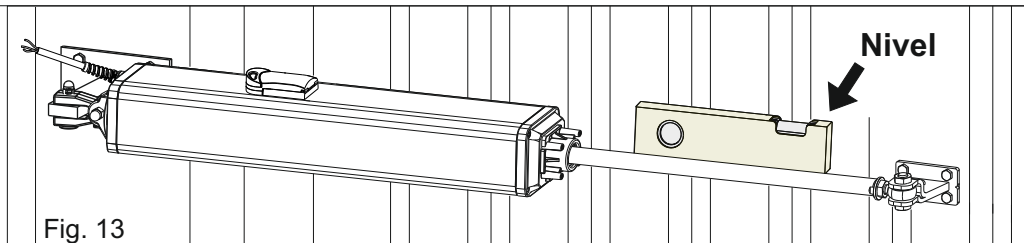

Fig. 13
- 2 - Para un funcionamiento correcto, es importante instalar el actuador y los soportes delantero y trasero en posición perfectamente horizontal con la ayuda de un nivel, como se muestra en Fig. 13
El soporte debe ser instalado de manera que el operador esté perfectamente horizontal (Fig.13)